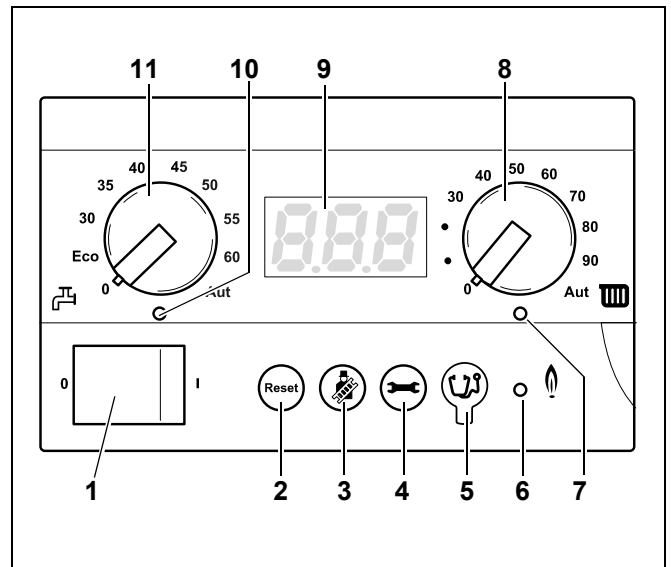

Рис.7 Главный регулятор BC10
- Включить пусковой выключатель (рис. 7, **поз. 1**) на ВС10 (положение "1").
- Нажать кнопку "Индикация состояния" (рис. 7, **поз. 4**), пока на дисплее не появится показатель давления в системе ("P1.Б") (рис. 7, **поз. 9**). См. также 5.1.1, "Меню Режим нормальной работы", стр. 16.